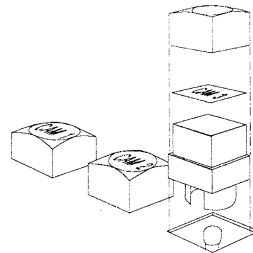

Fig.1 Touches du pupitre
- Retirer le capot de la touche et le diffuseur porte-étiquette en le tirant vers le haut comme indiqué sur la fig. 1 ci-dessous